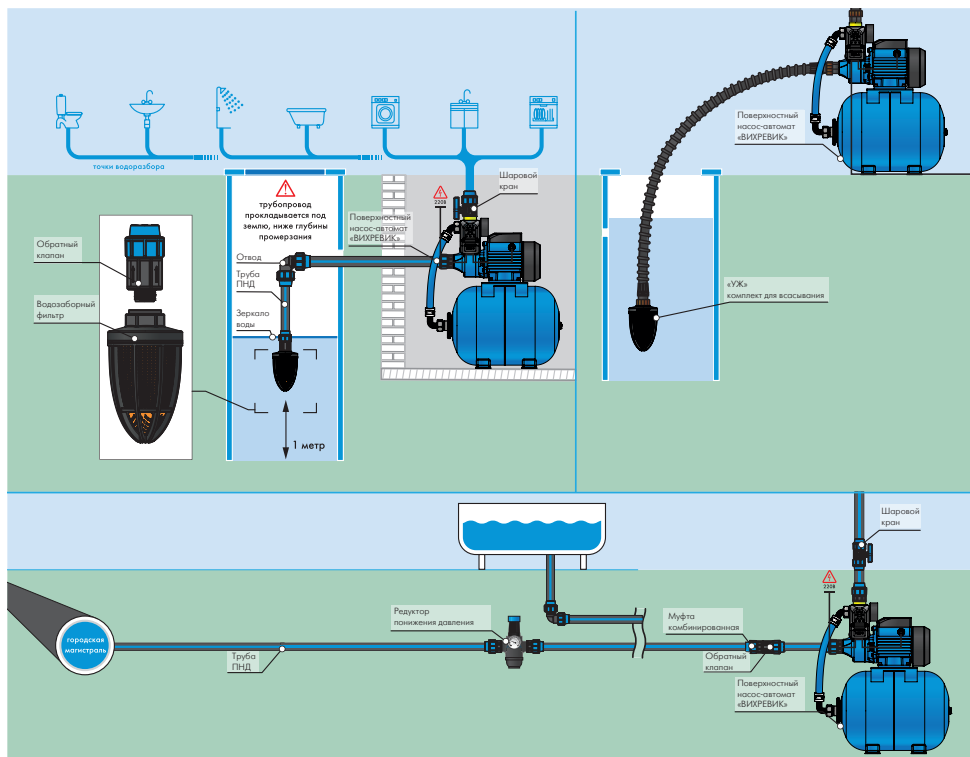

Рисунок 4
5.3. Возможные схемы подключения насоса (рисунок 4)